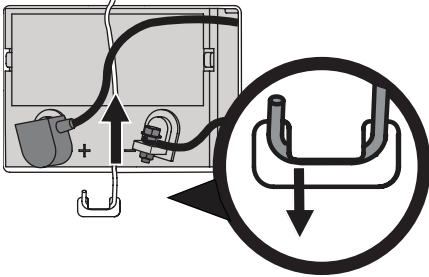

Figure 15
- Sur l'aide à droite, appuyez sur la tige de retenue en poussant et en sortant l'extrémité courbée de la languette. Faites pivoter la tige de retenue de la batterie vers le haut et retirez la batterie. Voir Figure 15.